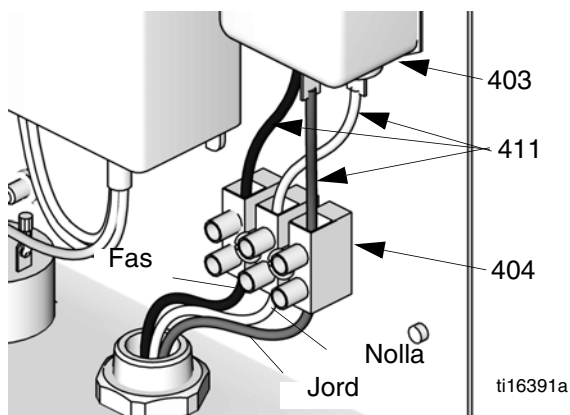
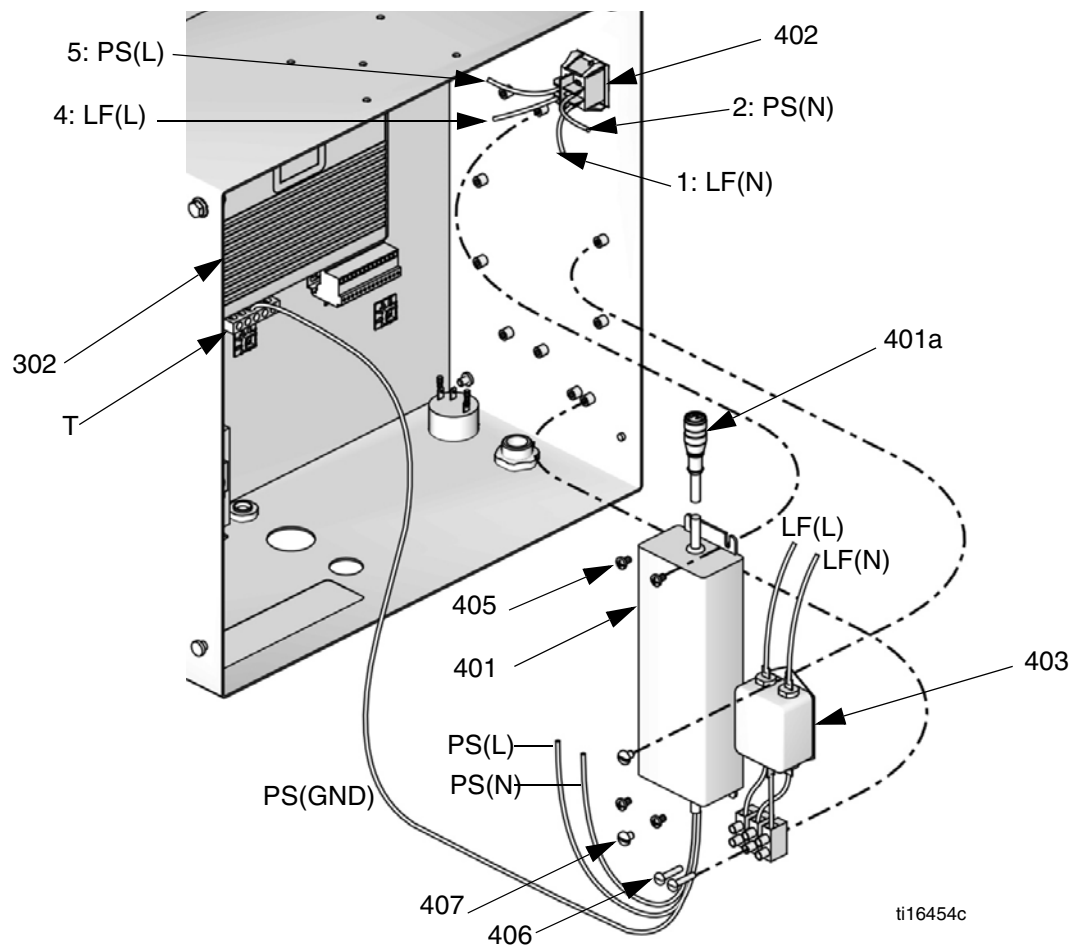

FIG. 5. Elanslutningar på kopplingsplint
FIG. 8. Byt ut vägguttaget
4. Se FIG. 8. Koppla bort elförsörjningens CAN-kabel (401a) från den avancerade flödeskontrollmodulen (302).
5. Koppla bort ledningsfilterkablar och strömförsörjningskablar från strömbrytaren (402).
7. Ta bort fyra skruvar (405) och ta bort strömförsörjningen (401). Om filter ska bytas, ta bort två skruvar (407) och filtret (403).
8. Installera den nya strömförsörjningen (401) och ledningsfilter (403) med medföljande skruvar (405, 407), som visas.
9. Se FIG. 8. Anslut kabelhållare (410/LF) till ledningsfiltret (403) och till strömbrytaren (402), som visas. Se också Kopplingschema.
10. Anslut strömförsörjningens kabelhållare (411/PS) till brytaren (402), som visas. Se också Kopplingschema. Anslut PS-jordkabeln till den avancerade flödeskontrollmodulens jordanslutning (T).
11. Se FIG. 5. Anslut kabelhållare (411) till ledningsfiltret (403) och till slutblocket (404), som visas. Se också Kopplingschema.